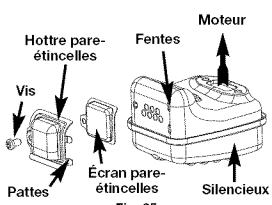

Fig. 25
2. Situez le pot d'échappement sans le retirer. Trouvez les une (1) vis sur la partie inférieure du pot d'échappement (Fig. 25) Ces deux vis tiennent l'ensemble du déflecteur d'échappement et l'écran pare-étincelles à la partie inférieure du pot d'échappement. Retirez les deux (2) vis en vous servant d'un tournevis torx #20 ou d'un tournevis plat.
6. Placez la plaque du pare-étincelle au dessus du pare-étincelles avec le côté « élevé » vers le haut et l'ouverture vers le moteur (Fig. 25).
7. Placez la hotte du pare-étincelle sur la plaque du pare-étincelle avec le côté « élevé » vers le haut et l'ouverture tournée DU CÔTE OPPOSÉ au moteur (Fig. 25). Assurez-vous que